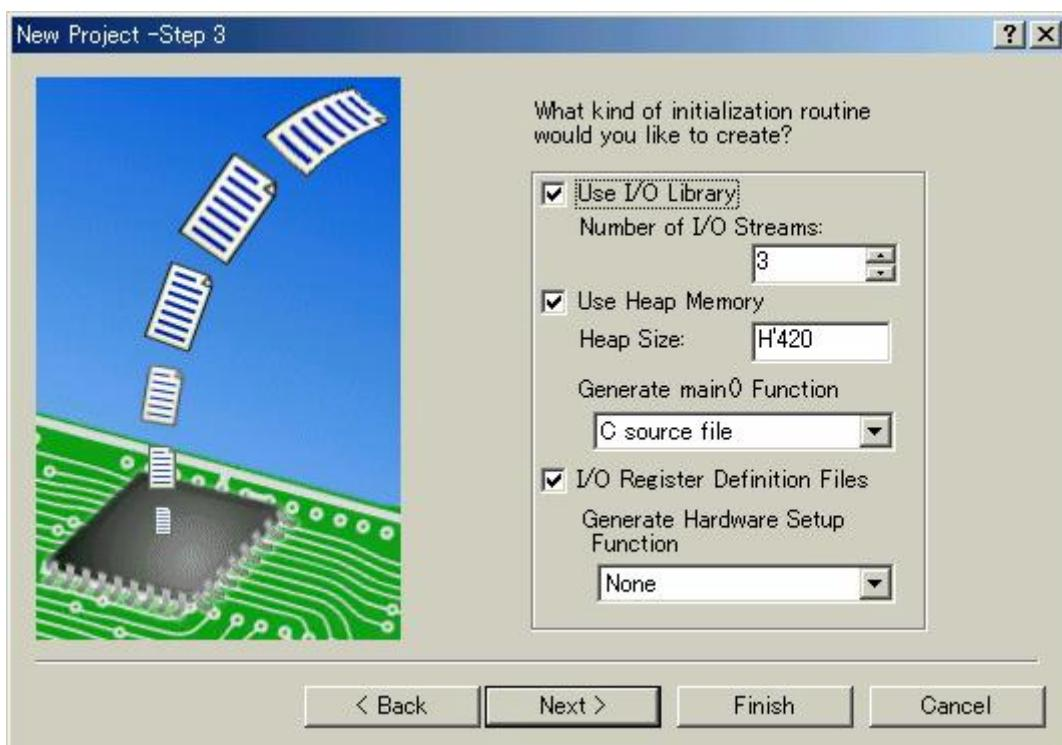

図 2.4 生成ファイル設定画面 (Step3)
Step2画面で [Next >] をクリックすると、図 2.4に示す画面を表示します。この画面で、生成するファイルを決定します。